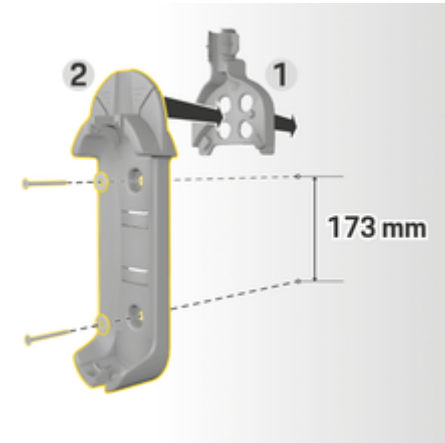

рис. 63: Розміри отворів
3. Вставте базове настінне кріплення **2** (рис. 63) спереду в кабельний канал **1** (рис. 63) і притисніть.